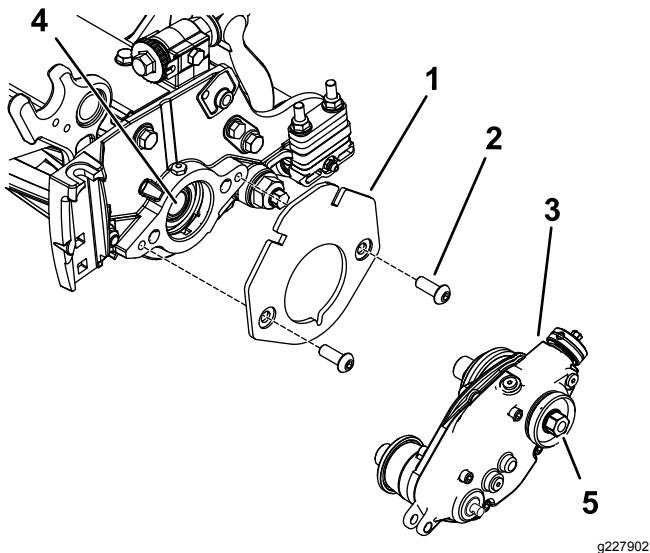

Figure 7
- Fixez le support de masse sur le cylindre au moyen de 2 boulons à tête ronde hexagonale creuse (3/8" x 3/4"), comme montré à la Figure 7.
3. Appliquez du frein-filet moyenne résistance (tel que Loctite® 243 bleu) sur le filetage de l'arbre de cylindre interne (Figure 7).
4. Fixez le boîtier d'entraînement du groomer sur l'arbre du cylindre (Figure 7) à l'aide de la tête hexagonale du boîtier d'entraînement du groomer.